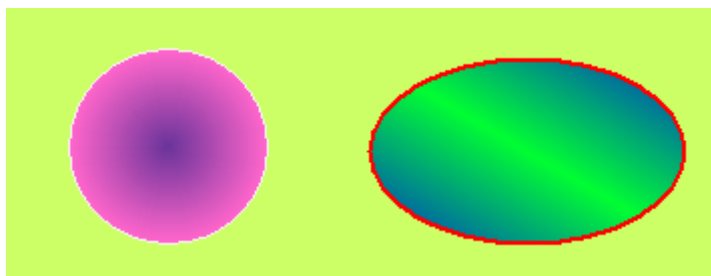

图 4-39 绘制圆效果图
- 可以通过下拉和微调按钮调节矩形的属性, SamDraw 组态画面编辑软件为椭圆/圆提供多达 15 种的边框直线类型, 10 种边框线条宽度和 21 种的填充方式, 使得图形更加的艳丽美化。如图 4-39 所示: